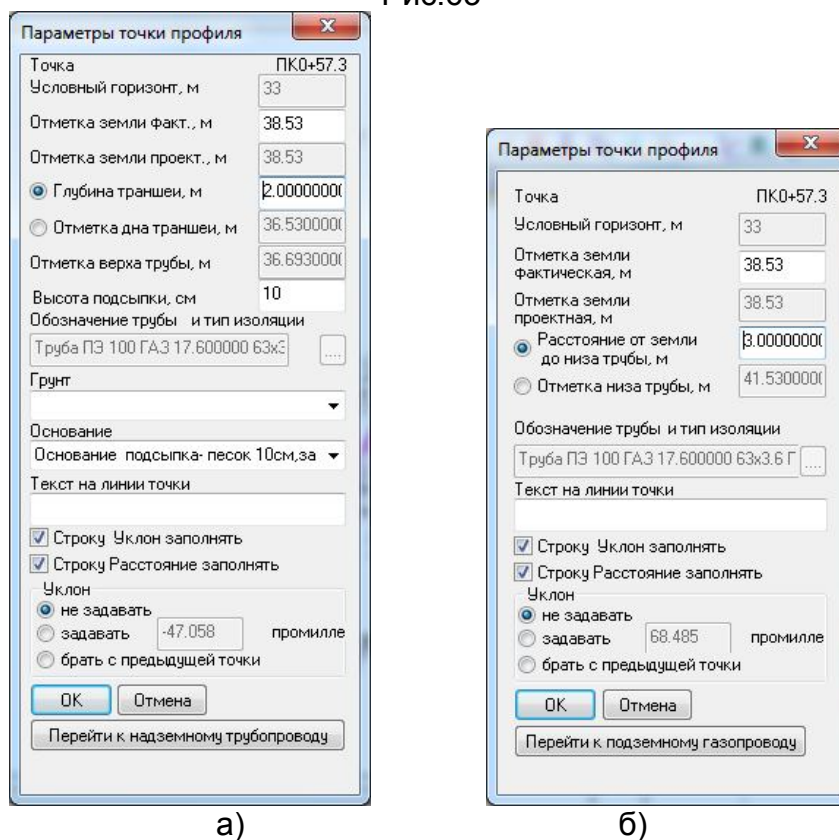
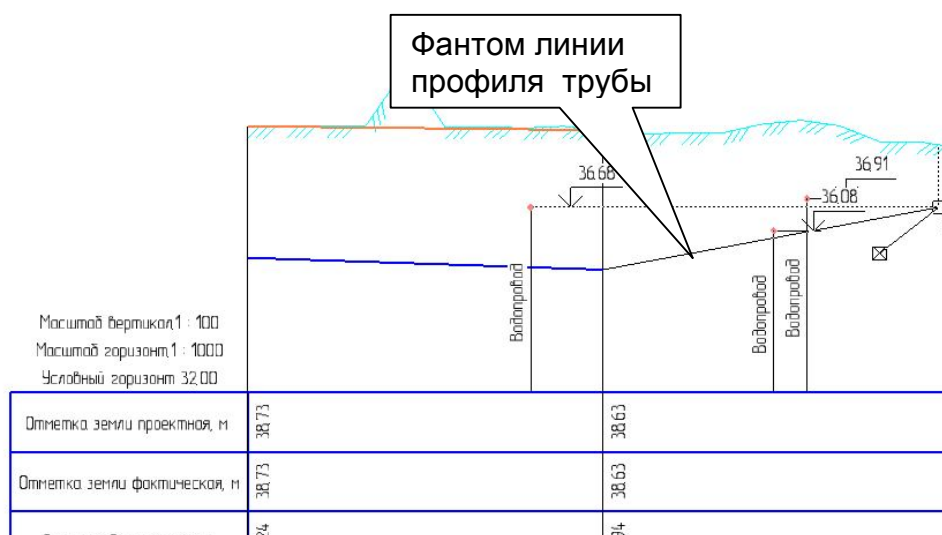
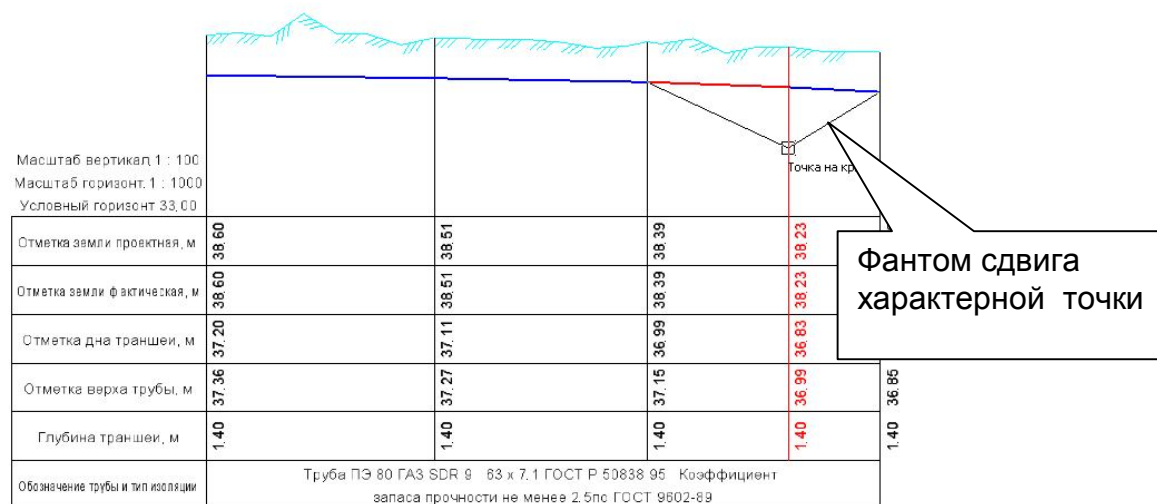

Рис.64
Рис.65
Рис.67
63). После того как положение указано, точка отмечается галочкой и на экран выводится диалоговое окно вида, показанного на рис.64 - а) - для подземных газопроводов, б) - для надземных газопроводов.
Кнопка **Перейти к наземному газопроводу (Перейти к подземному газопроводу)** предназначена для смены формы диалогового окна (рис.64а - рис.64б).
При создании характерной точки в месте входа/выхода программа выдает последовательно два диалога рис.64 для параметров подземной и надземной частей. После чего создается вертикальный участок на профиле.
Данный режим  позволяет создавать характерные точки и линию профиля трубы непосредственно на изображении листа с профилем. Пользователь должен указать точку линии трубы. Программа по координате указанной точки определяет отметку высоты трубы и координаты указанной точки на топоплане. На экран выводится диалоговое окно с параметрами точки трубы (см. рис.64). Пользователь имеет возможность скорректировать параметры. После нажатия кнопки **OK** на профиле производится построение изображения объектов характерной точки. Затем программа выдает запрос на указание положения следующей характерной точки. При вводе точек имеется возможность в визуальном режиме перемещать фантом линии профиля трубы (рис. 65)..
характерными точками. После того как положение указано, точка на плане отмечается галочкой и на экран выводится диалоговое окно параметров точки (см. рис. 64), в котором можно изменять только отметку высоты земли или вводить текст на линии точки. После нажатия кнопки **ОК** программа отрисовывает вертикальную линию в указанной точке изображения таблицы и заполняет необходимые строки. Если отметка земли была скорректирована, то линия земли перестраивается. Не перерисовываются строки обозначения трубы, основания, уклона и расстояния. Затем программа перейдет к запросу на ввод следующей точки.
Данный режим  позволяет производить визуальное редактирование (сдвиг) линии профиля трубы и линии проектных отметок земли. При входе в режим в строке сообщений окна Компас появляется запрос на указание сдвигаемого объекта профиля. При указании на изображение характерной точки (изображение характерной точки включает часть линии трубы, вертикальный отрезок и текстовую строку параметров характерной точки) изображение выбранной точки подсвечивается. На экране появляется фантом сдвига характерной точки. Необходимо с помощью мыши указать новое положение редактируемой характерной точки (рис.67). После фиксации положения фантома на экран выводится диалог параметров характерной точки (рис.64).